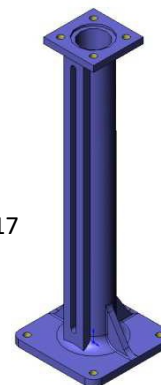

fig. 17
- Colunas de manobra recta (fig. 17)